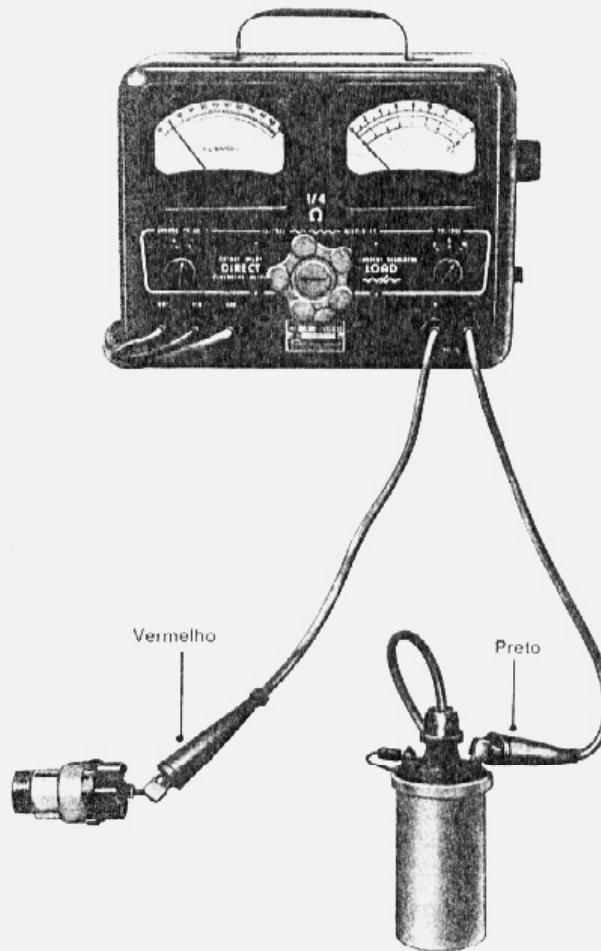

fig. 4 — teste do fio - resistência
1. Ligar os terminais dos condutores do voltímetro conforme ilustra a fig. 4.